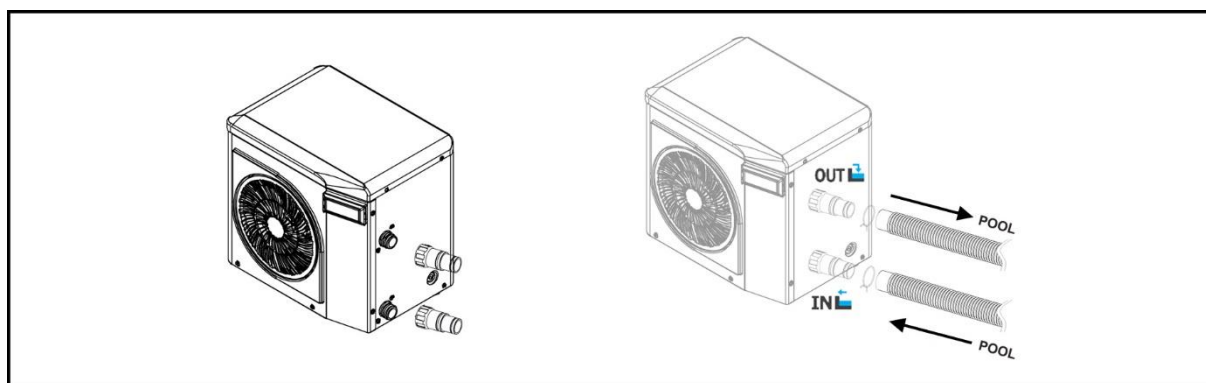

Fig. 4
- A questo punto, collegare il tubo flessibile della piscina proveniente dalla pompa di circolazione al raccordo inferiore (IN).
- Collegare ora il tubo flessibile della piscina al raccordo superiore (OUT) in direzione della piscina (Fig. 4).